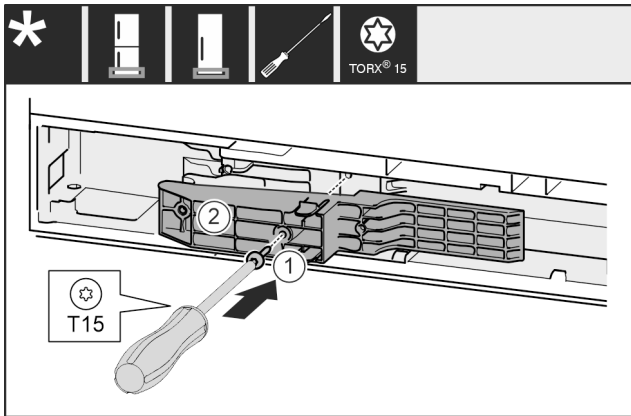

Fig. 65 *
- ▶ Вставьте деталь адаптера Fig. 65 (1) в выемку на стороне ручки.*
- ▶ Затяните винт Fig. 65 (2) отверткой.*